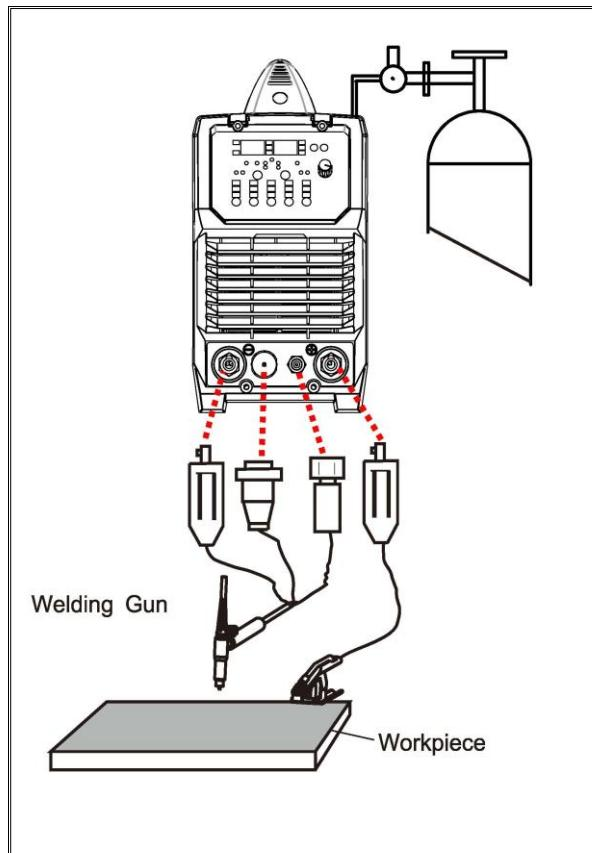

Figura 4 - Diagrama para soldagem TIG.
Passo 1	Retirar isolação (1) que se encontra pré cortada.
Passo 2	Colocar contato cobreado (2) sobre o cabo de solda. Neste passo é importante o Isolador de borracha (5) já estar previamente colocado sobre o cabo de solda.
Passo 3	Posicionar o Conector Engate Rápido Macho (3) sobre o contato cobreado (2) e logo apertar o parafuso de fixação (4) com uma chave allen.
Passo 4	Empurrar o isolador de borracha (5) sobre o Conector Engate Rápido Macho (3) isolando por completo o conector macho. Neste passo é importante observar a posição correta de montagem, indicado na figura 4.